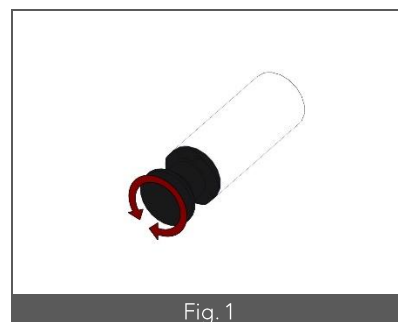

Fig. 1
- Actionner le commutateur (Fig. 1 – Rep. 1) pour mettre la fonction en service. Le voyant vert (Fig. 1 – Rep. 1) s'éclaire.
- Actionner le thermostat (Fig. 1 – Rep. 5) dans le sens horaire. Le voyant rouge (Fig. 1 – Rep. 4) s'éclaire, indiquant la chauffe du bain d'huile.